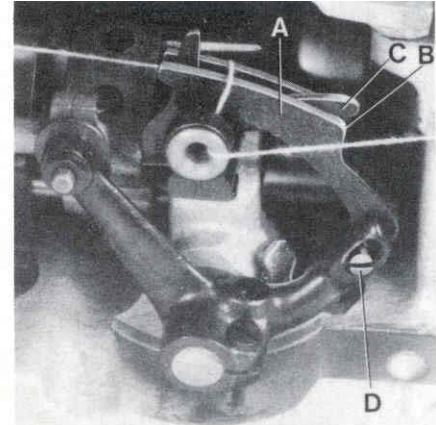

Fig.11
On the two thread double locked stitch styles, the height of the looper thread take-up (A, Fig. 11) is set so, that the cast-off hook (C) forces the looper thread over the corner (B) of the looper thread take-up (A) at the time the point of the descending needle is flush with the lower edge of looper or projects up to 1 mm (.040") below the lower edge of looper.
For setting the looper thread take-up loosen screw (D, Fig. 11).
Bei den Zweifaden-Doppelkettenstichmaschinen wird die Höhe des Greiferfadenaufnehmers (A, Fig. 11) so eingestellt, daß der Greiferfadenabzugshaken (C) den Greiferfaden zu dem Zeitpunkt über die Ecke (B) am Greiferfadenaufnehmer (A) zieht, wenn die Spitze der sich nach unten bewegenden Nadel mit der Unterkante des Greifers bündig ist oder bis zu 1 mm unterhalb der Greiferunterkante steht.
Zur Einstellung des Greiferaufnehmers lösen Sie die Schraube (D, Fig. 11).